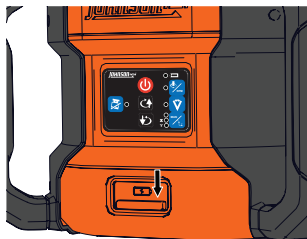

Figure 3
5. Débrancher l'adaptateur/chargeur USB de type C et fermer le couvercle du port de recharge. (Figure 3)